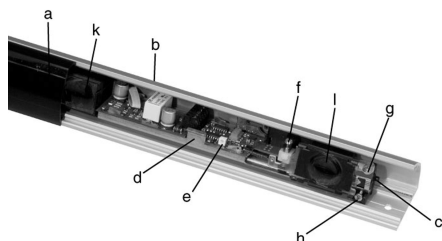

Figure 1.1 Structure interne de l'appareil
5. Montez les modules entre les supports (c). Vissez ensuite la vis M2.5 (h) sur le support de module. (voir figure 1.1).